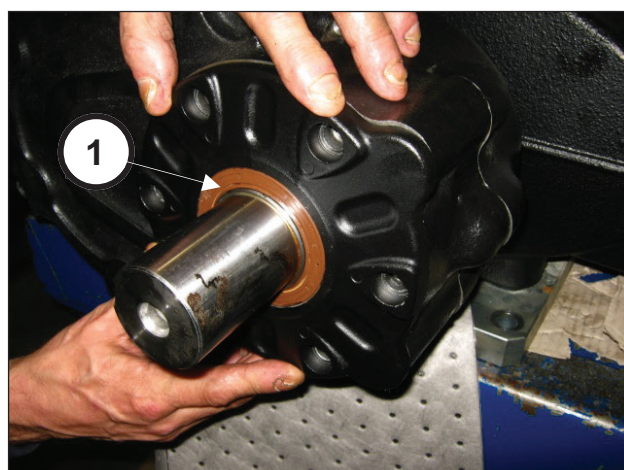

Fig. 94
Introducir el retén en el piñón con cuidado para no dañarlo (pos. ①, Fig. 94)